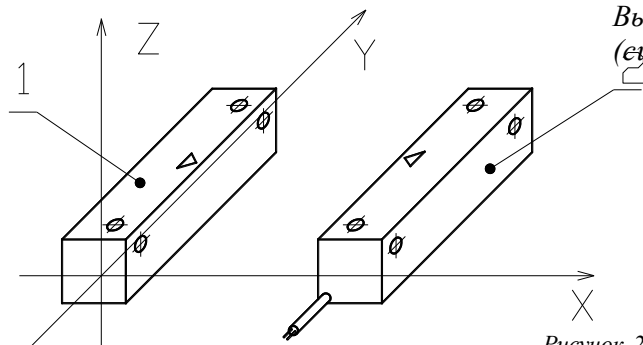

Рисунок 2.
4.2. Перемещение блока магнитов относительно блока геркона (рис. 2 и 3) должно производиться по осям X (возвратно поступательное) и Z (проходное). Перемещение по оси Y не рекомендуется, так как в этом случае происходит трехкратное замыкание и размыкание контактов геркона.